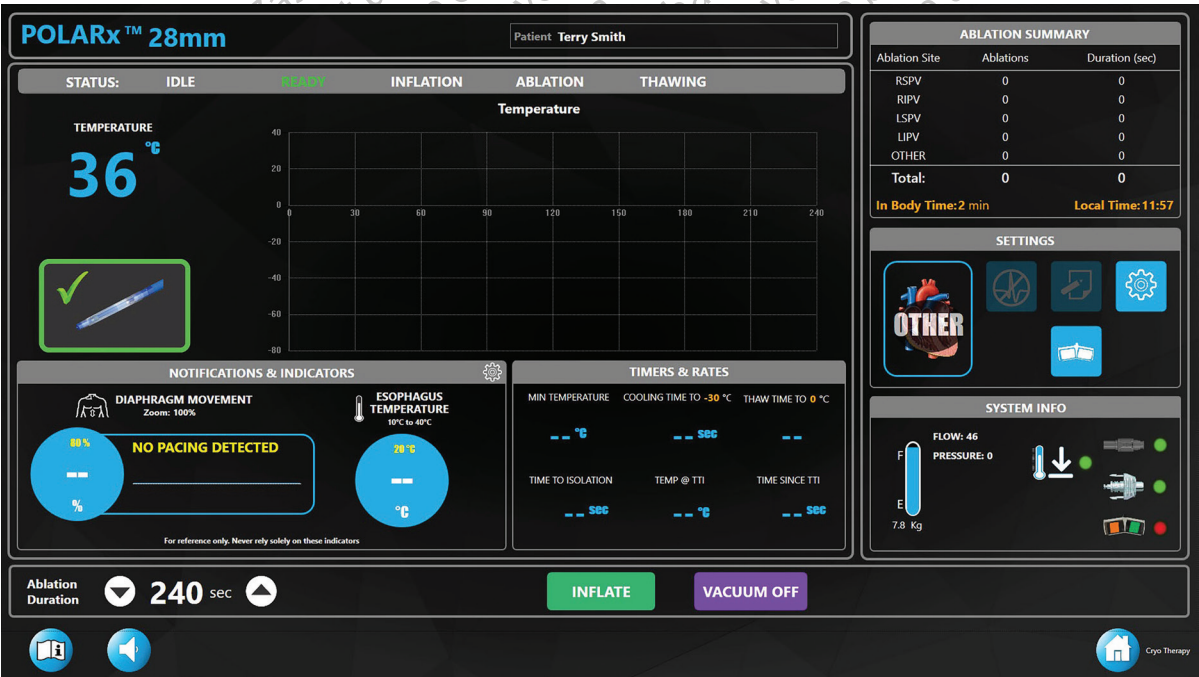

Figura 6. Schermata Therapy (Terapia) – stato READY (Pronto)
4. Lo stato del sistema deve indicare **READY** (Pronto) e deve comparire il pulsante **INFLATE** (Gonfiaggio) nella schermata Therapy (Terapia) (Figura 6). Inoltre, il pulsante **START** (Avvio) sul pannello anteriore della console SMARTFREEZE e l'indicatore sul telecomando, se utilizzato, devono essere illuminati in verde.